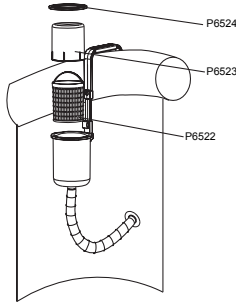
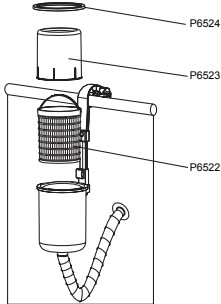

Fig. 15 / Abb. 15 / Kuva. 15 / EIK. 15 / Рис. 15 / Rys. 15 / 15. Ábra
Fig. 16 / Abb. 16 / Kuva. 16 / EIK. 16 / Рис. 16 / Rys. 16 / 16. Ábra
1. Place the float (P6523), the basket (P6522) and the cover rim (P6524) into the skimmer body. (See Fig. 15 and See Fig. 16)
1. Coloque o flutuador (P6523), o cesto (P6522) e a tampa do aro (P6524) no corpo do skimmer. (Veja Fig. 15 e Fig. 16)
1. Ponga el flotador (P6523), la cesta (P6522) y el borde de la tapa (P6524) en el cuerpo del skimmer. (Vea Fig. 15 y Fig. 16)
1. Setzen Sie den Schwimmer (P6523), den Korb (P6522) und den Abdeckrahmen (P6524) in das Skimmer- Gehäuse. (Siehe Abb.15 und siehe Abb.16)
1. Plaats de vlotter (P6523), de mand (P6522) en de ring (P6524) in de skimmer. (See Fig. 15 and See Fig. 16)
1. Posizionare il galleggiante (P6523), il cestino (P6522) e la copertura (P6524) sul corpo dello skimmer (Vedere Fig. 15 e 16).
1. Placez le flotteur (P6523), le panier (P6522) et le couvercle (P6524) dans le corps du dépollueur. (Voir Fig. 15 et Fig. 16)
1. Вложите поплавок (P6523), корзину (P6522) и обод (P6524) в корпус скиммера. (См. Рис. 15 и 16)
1. Włóż pływak (P6523), koszyk (P6522) i kołnierzyk pokrywy (P6524) do korpusu skimmera. (Zob. Rys. 15 i Rys. 16)
1. Fäst flottören (P6523), korgen (P6522) och höljets kantdel (P6524) till skimmern. (Se Fig. 15 och Fig. 16)